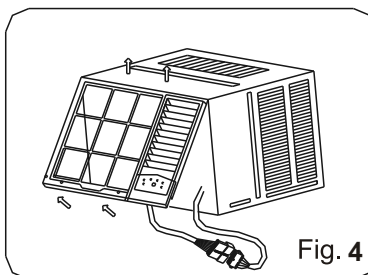

Fig. 4
5. Heben Sie die Blenden aus ihrer Halterung (Fig. 4)